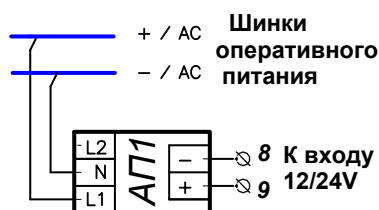

Рис. 7 Схема питания блока БУАВР от изолированного источника оперативного питания
Рис.7 Пример схемы АВР на максимальный ток 250 - 1000 ампер, с использованием автоматических выключателей серии Tmax, типоразмеры Т4-Т6 (ABB) с моторно-пружинным приводом МОЕ, управлением от БУАВР.ЭА.220.М, сетевым вводом и резервированием от ДЭС, электрической блокировкой автоматических выключателей, возможностью управления АВР в автоматическом и ручном режиме
6.8. При питании блока БУАВР от источника оперативного питания 110/220В переменного (выпрямленного) или постоянного тока, не допускающего соединения с нейтралью, рекомендуется использование адаптера питания АП1, который необходимо подключить к входу 12/24В блока БУАВР, рис.7.